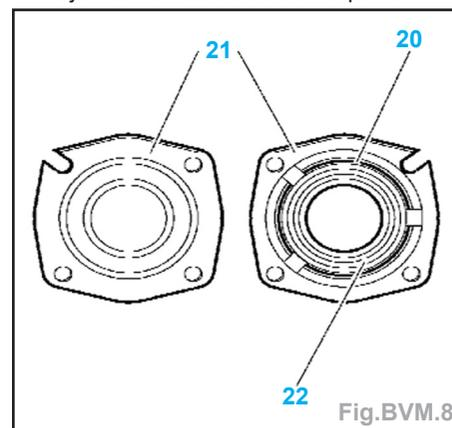

Fig.BVM.8
- Remplacer systématiquement (Fig.BVM.8) :
- le joint torique (20) de la plaque d'arrêt roulement (21),
- le joint à lèvres de sortie de pont (22),